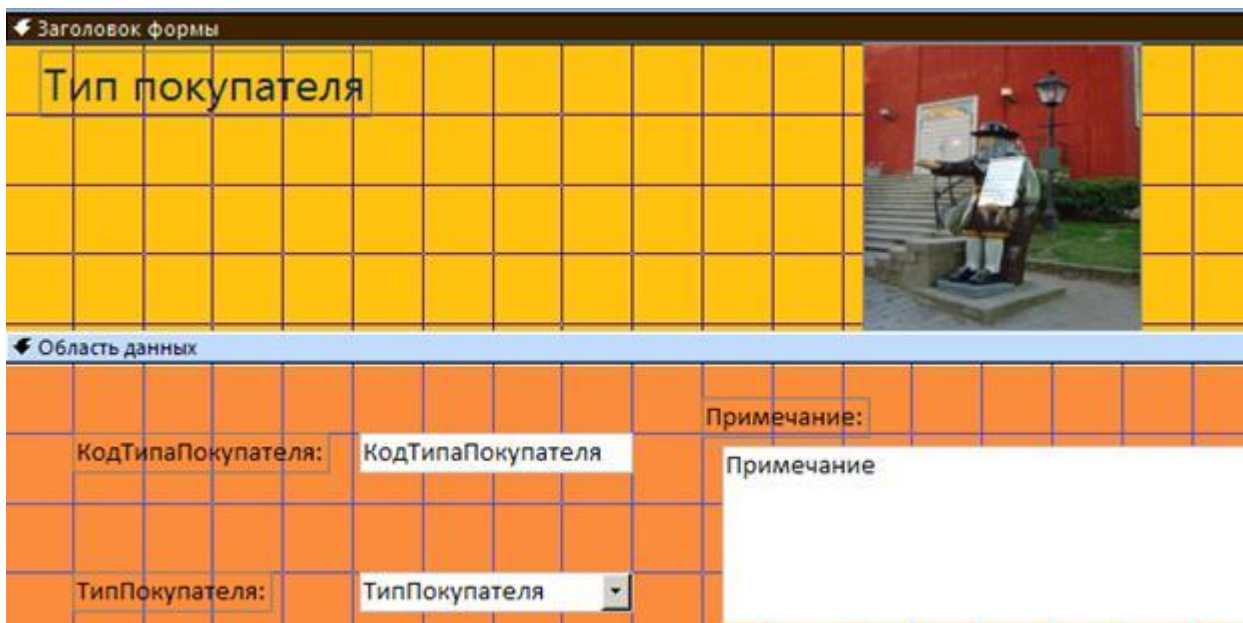

Рис.4. Форматирование рисунка в форме
10. Добавьте в форму графическое изображение в область ЗАГОЛОВКА с помощью элемента РИСУНОК из панели инструментов (рис.4).
11. Выполните его форматирование командой СВОЙСТВА. Измените УСТАНОВКУ РАЗМЕРОВ и ВЫРАВНИВАНИЕ рисунка (рис.4).